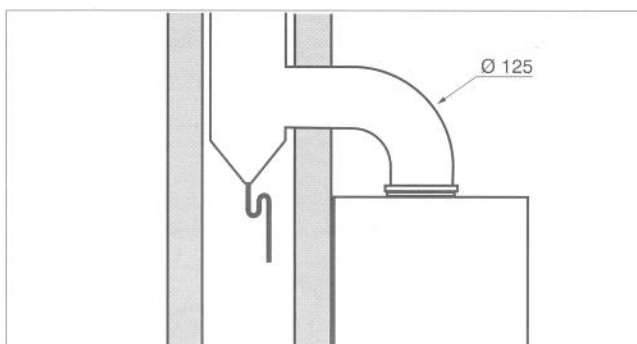

Fig. 7
Il raccordo è stato previsto per l'innesto del tubo di Ø 125 mm all'interno del foro d'uscita del dispositivo antiritorno. Prevedere un dispositivo di scarico per evitare che le eventuali condense del condotto ricadano nell'apparecchio (Fig. 7).
- Il raccordo è previsto per un incastro del tubo o del gomito all'interno del foro d'uscita della cappa antiritorno della caldaia (vedere fig. 7, pagina 9).